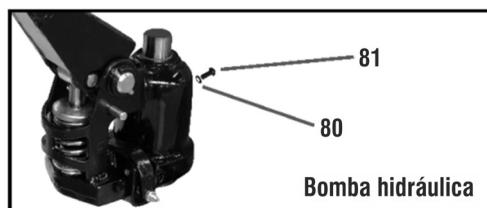

Fig. 9 – Completando o reemplazando el aceite
- c. Para el correcto funcionamiento del equipo, use solo aceite hidráulico ISO VG 32 en la bomba (aproximadamente 250 ml). Verifique periódicamente el nivel de aceite de la bomba y, si es necesario, complete el volumen. También recomendamos reemplazar el aceite de la bomba por completo cada 12 meses y, si es necesario, también reemplazar las reparaciones. Para completar o reemplazar el aceite, retire el tornillo (81) y el anillo o-ring (80) y completar el volumen de aceite. Vuelva a colocar el anillo o-ring y el tornillo (fig. 9).